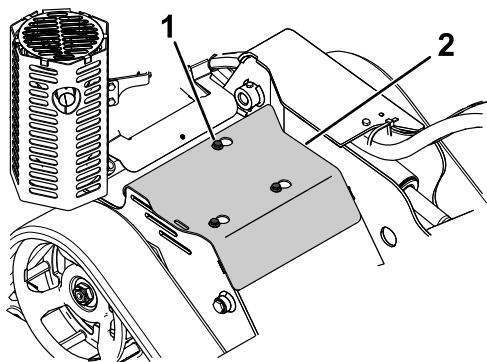

Figura 19
3. Allentate uno dopo l'altro i 3 bulloni che fissano la piastra di copertura al telaio, fino a liberare completamente il coperchio (Figura 19).
1. Bullone (3)
5. Per montare la piastra di copertura prima di mettere in funzione la macchina, fatela scorrere nella sua sede e fissate i 3 bulloni allentati in precedenza (Figura 19).